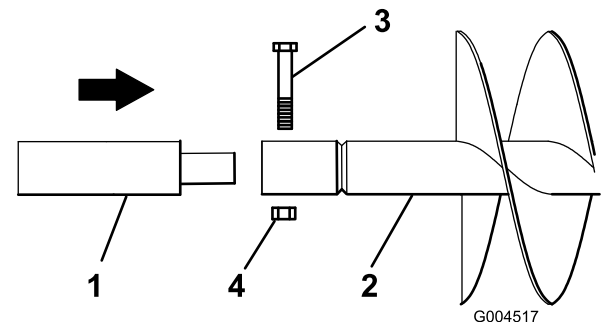

Figura 6
5. Se utilizzate un'estensione con la trivella, inserite l'estremità dell'estensione nell'estremità della trivella e fissate quest'ultima all'estensione con un bullone (7/8 x 4-1/2 poll.) e un dado (7/8 poll.) (Figura 6).